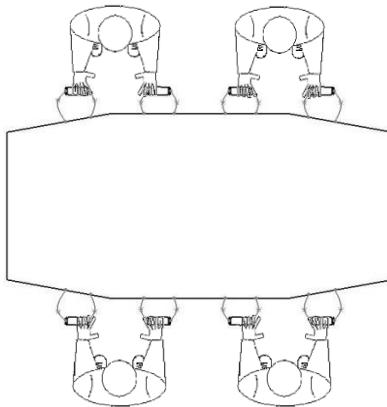

Fig. 4
6. pour soulever le patient, il est nécessaire que les opérateurs soient en nombre de 4 (quatre). Soulever le MID à travers les poignées prévues à cet effet et placer le patient immobilisé sur le moyen de transport plus approprié (fig. 4).